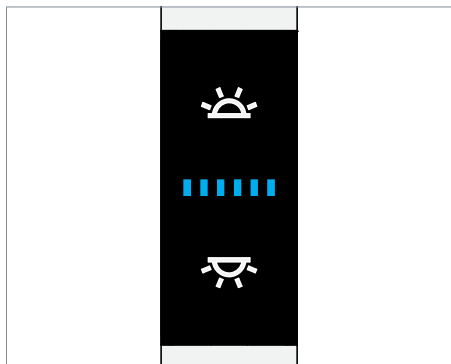

Fig. 13: Elemento di comando.
- ▶ Premere il tasto superiore, vedi Fig. 13.
- ▶ Premere il tasto inferiore, vedi Fig. 13.
- ▶ Premere il tasto superiore e tenerlo premuto, vedi Fig. 13.
- ▶ Premere il tasto inferiore e tenerlo premuto, vedi Fig. 13.